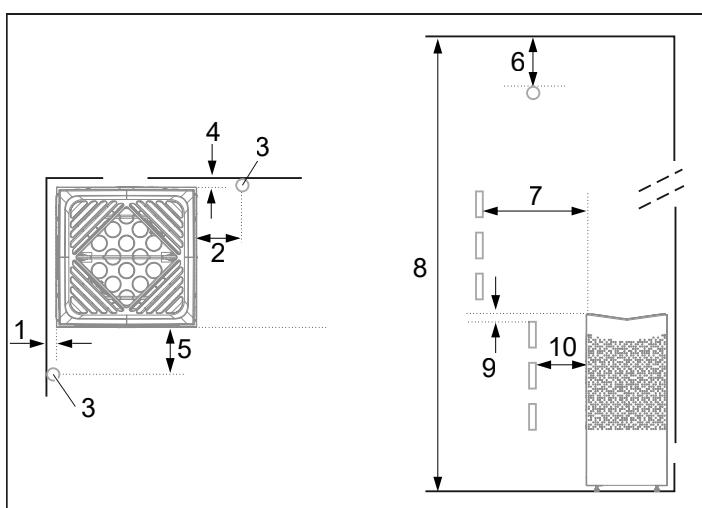
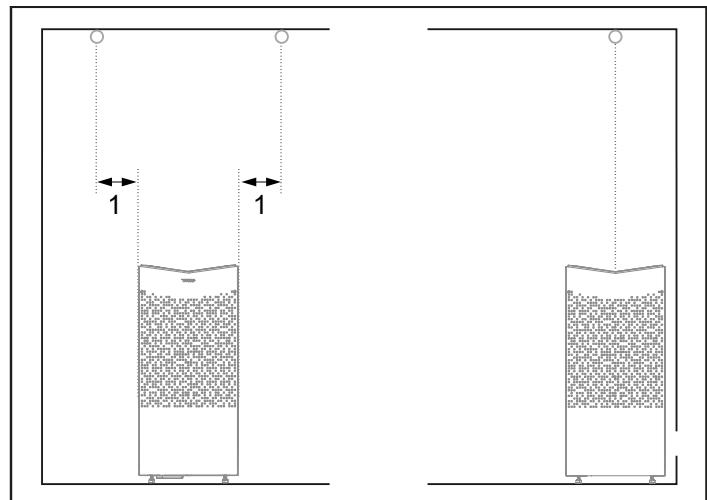

Fig 3: Placering av bastuaggregatet - normalmontage
Fig 4: Takmontering av sensorn
- Planera bastuaggregatets placering (se Avsnittet Aggregatets placering - normalmontage, fig 3).
- Planera sensors placering (se Fig 3 samt Fig 4).
- på säkert avstånd till sidoväggar och inredning (se Fig 3).
Placera sensorn enligt bilden (se Fig 3).
Om väggen på vilken sensorn ska installeras är gjord av mycket värmeabsorberande material (t.ex. betong, tegel m.m.) eller om väggen är gjort av härdats glas, kan sensorn placeras i taket med avstånd från aggregatet enligt Fig 4.